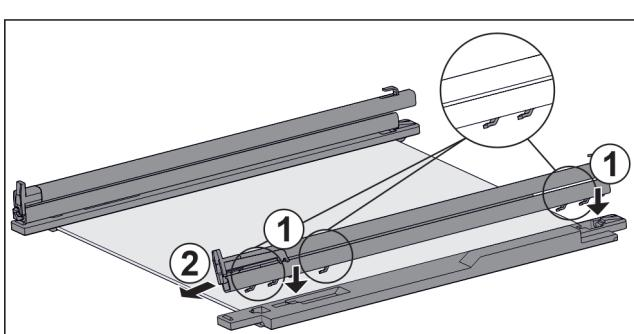

Fig. 110 Sklenená doska s koľajničkami a prídržnými dielmi
- Nasadte háky koľajničky na otvory **ľavého** prídržného dielu. Fig. 110 (1)
- Potiahnite koľajničku dopredu. Fig. 110 (2)
- Nasadte háky koľajničky na otvory **pravého** prídržného dielu. Fig. 110 (1)